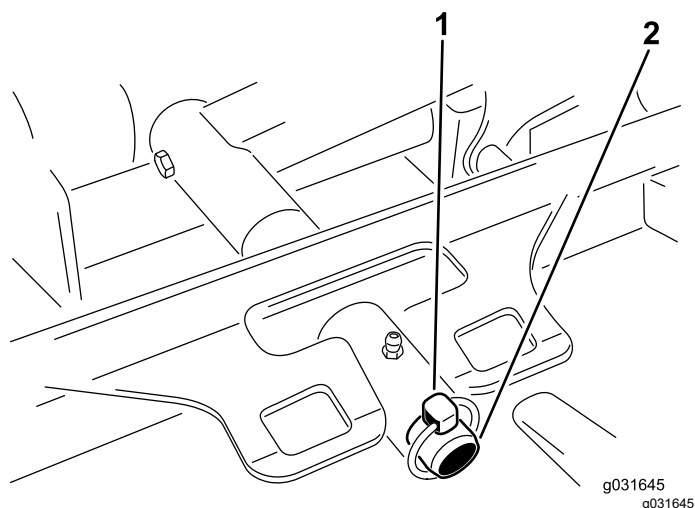

图 70
- 卸下将滚刀组承载架固定至提升臂枢轴销的保险销或锁紧螺母图 70。
- 将滚刀组承载架滑到提升臂枢轴销上并用保险销或锁紧螺母固定图 70。